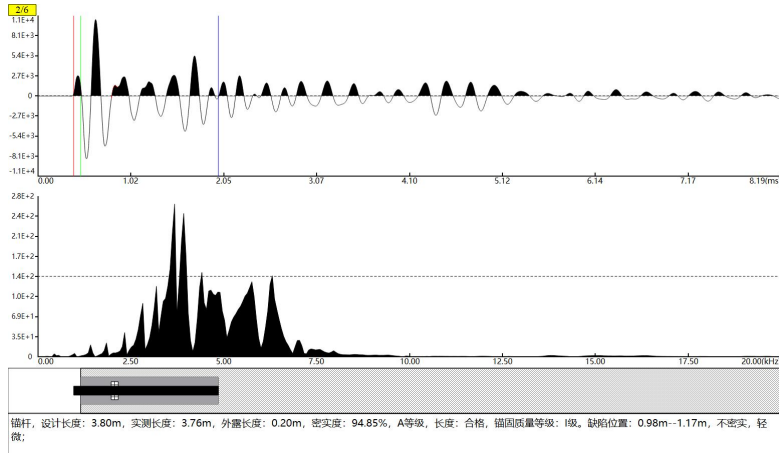

图 4-4 显示屏为图像
- 显示屏为图像：将分析好的波形图以及结果截屏，存为图片，如图 4-4 所示。点击【显示屏为图像】，提示图片截取成功，在数据存放的文件夹里可以找到该图片。